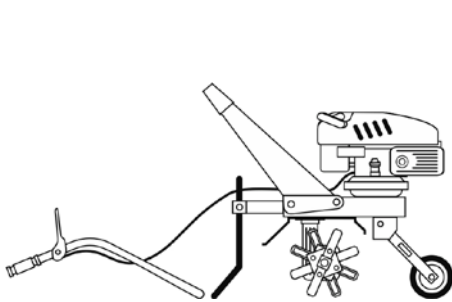

Рис. 4.4.
6. Встановити балку керма з вушком для кріплення рукояток (див. Рис. 4.4.) і закріпити її чотирма болтами з доданого комплекту. При цьому трос управління зчепленням повинен бути попередньо пропущений крізь спеціальну виїмку в нижній частині балки.